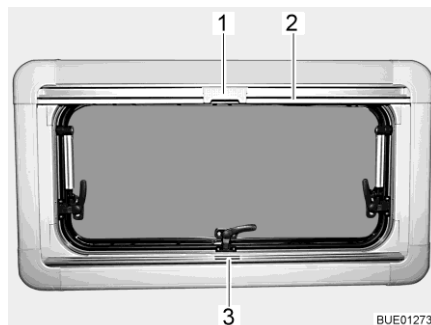

Bild 85 Överkantshängt fönster
- Ta tag i mitten på plisségardinens list (Bild 85,3) och drag den nerifrån och uppåt och släpp den vid önskad höjd. Plisségardinen stannar på denna höjd.
- Drag, med listen, (Bild 85,2) ner insektsnätet tills listen stöter mot plisségardinen (Bild 85,3).
- Lås fast insektsnätets spärr (Bild 85,1) på plisségardinens list.
- Tryck spärren (Bild 85,1) upptill på insektsnätet bakåt.
- För långsamt tillbaka insektsnätet med listen (Bild 85,2).